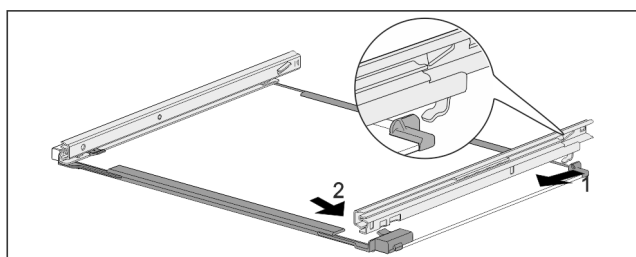

Fig. 266 Стеклянная пластина с направляющими
- ▶ Зацепите направляющую сзади. Fig. 266 (1)
- ▶ Защелкните направляющую спереди. Fig. 266 (2)